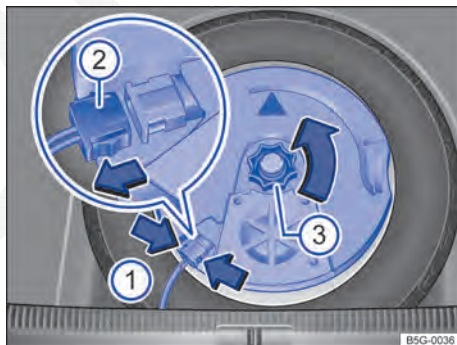

Fig. 297 No compartimento de bagagem: remover o subwoofer (variante 1).
- Para destravar o conector → Fig. 297 ②, comprimir as linguetas → Fig. 297 (setas ①).
- Puxar o conector ② e colocar de lado o condutor elétrico removido.
- Desrosquear o manipulador ③ no sentido anti-horário (seta).
- Inserir o conector → Fig. 297 ② até que ele se trave de maneira audível.
- Girar o manipulador ③ no pino rosqueável no sentido anti-horário até que o subwoofer fique preso com segurança.
- Girar o manípulo ③ no pino rosqueável no sentido anti-horário até que o subwoofer fique preso com segurança.